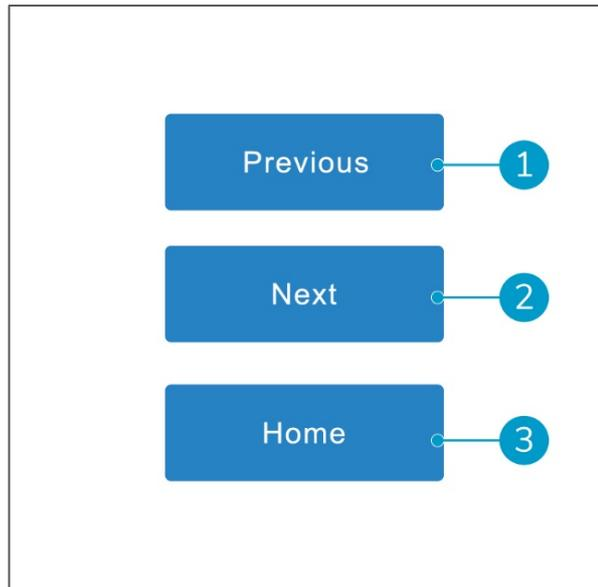

Abbildung 8
1. Mit der Schaltfläche „Previous“ (Abbildung 8, Pos. 1) können Sie zum vorherigen Tag blättern. Maximal können Sie bis zu 7 Tage zurückblättern.
2. Mit der Schaltfläche „Next“ (Abbildung 8, Pos. 2) können Sie zum nächsten Tag blättern.
3. Mit der Schaltfläche „Home“ (Abbildung 8, Pos. 3) gelangen Sie zum Hauptbildschirm.